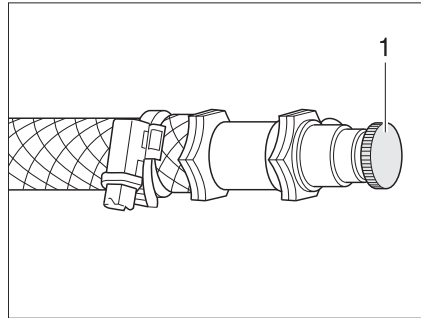

Fig. 252 Válvula de purga de la calefacción de agua caliente
- Abrir la válvula de purga (Fig. 252,1) y dejarla abierta hasta que deje de salir aire.